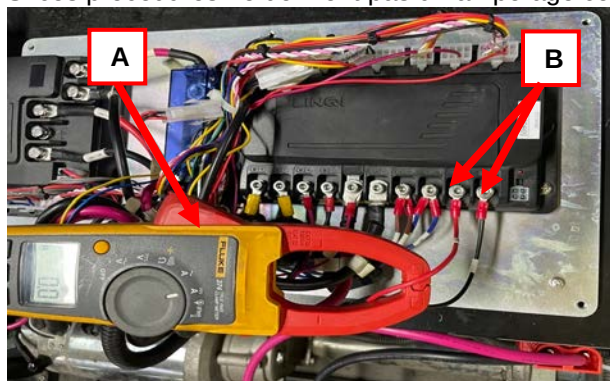

Figure 60
1. Appliquer une pince ampérométrique (A, figure 60) sur l'un des fils du moteur du secoueur de filtre (B, figure 60).